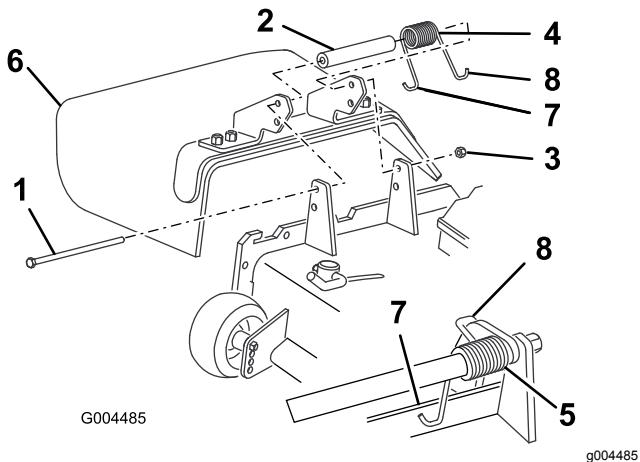

Figura 36
1. Retire la contratuerca, el perno, el muelle y el espaciador que sujetan el deflector a los soportes de pivote (Figura 36). Retire el deflector de hierba dañado o desgastado.
Nota: Asegúrese de colocar el extremo en L del muelle detrás del reborde de la unidad de corte antes de instalar el perno, según se muestra en la Figura 36.
3. Instale el perno y la tuerca. Coloque el gancho en J del muelle alrededor del deflector de hierba (Figura 36).